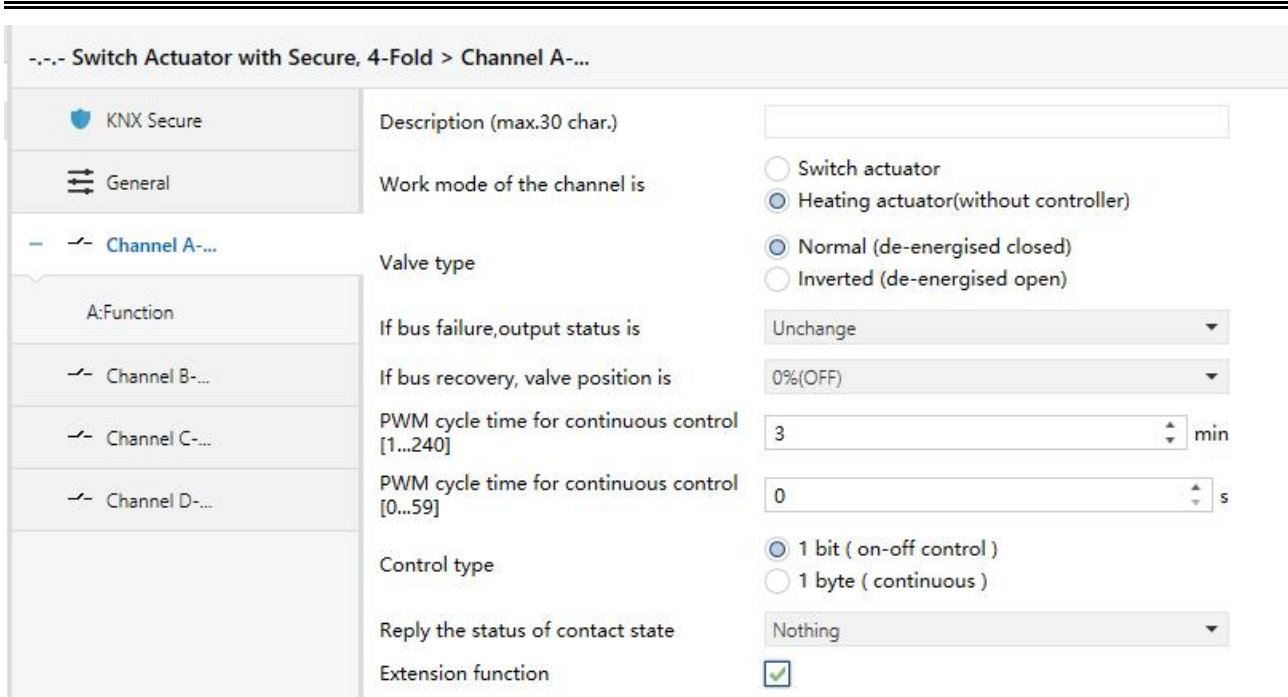

图 4.5(1) Channel X-Heating Actuator 设置界面
当参数“Work mode of the channel”选择“**Heating actuator (without controller)**”时将出现如图 4.5(1) 所示的“Channel X-Heating actuator”参数设置界面。